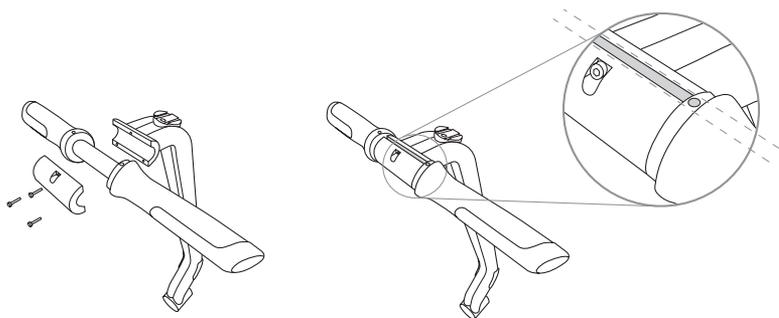

Figure 34. Fixation du guidon sur le cadre LeanSteer
2. Alignez le guidon en place contre le cadre LeanSteer en vous aidant des repères d'alignement. Voir la **Figure 34**.